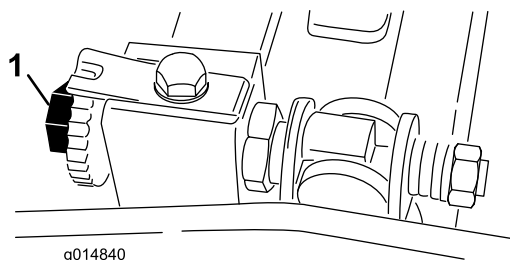
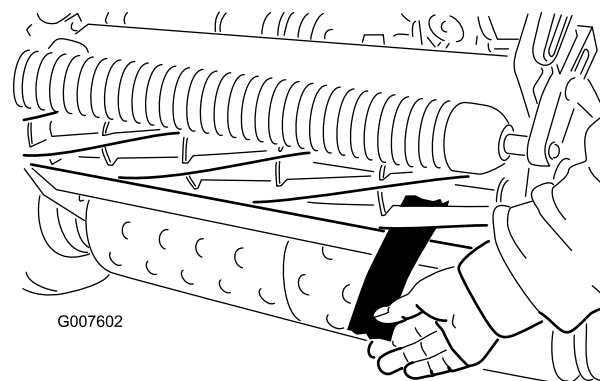

Bild 39
Bild 40
2. Drehen Sie die Einstellschrauben des Untermesserträgers nach links (Bild 39). Dies stellt sicher, dass die Spindel das Untermesser nicht berührt.
4. Führen Sie an beiden Seiten der Spindelvorderseite einen langen Zeitungspapierstreifen zwischen die Spindel und dem Untermesser ein (Bild 40). Drehen Sie die Spindel langsam vorwärts. Drehen Sie gleichzeitig die Einstellschraube des Untermesserträgers nach rechts (an demselben Ende der Spindel um jeweils einen Klick, bis das Papier an einer Seite der Spindel leicht festgehalten wird, wenn es von vorne parallel zum Untermesser eingeschoben wird. Das führt zu einem leichten Widerstand, wenn Sie am Papier ziehen (Bild 39).
6. Vergewissern Sie sich nach dieser Einstellung, dass die Spindel Papier einklemmen kann, das von vorne eingeführt wird, und Papier schneiden kann, das senkrecht zum Untermesser eingeführt wird (Bild 40). Papier müsste sich mit minimalem Kontakt zwischen Untermesser und Messerspindel schneiden lassen. Wenn der Spindelwiderstand zu hoch ist (mehr als 0,79 Nm), läppen oder fräsen Sie das Mähwerk, um die für genaues Schneiden erforderlichen scharfen Kanten zu erhalten. Weitere Informationen finden Sie in der Toro Bedienungsanleitung für das Schärfen der Spindel.